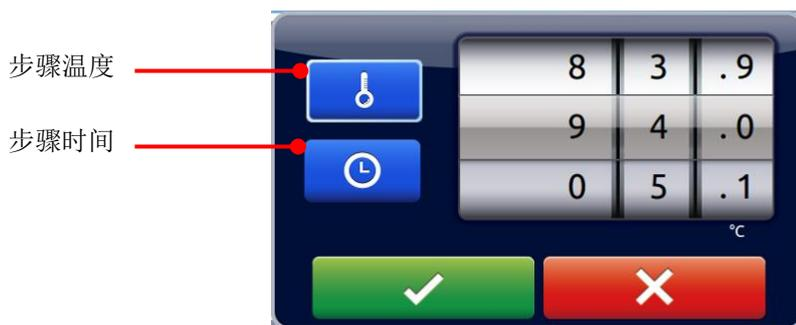

图 12. 温度/时间设置
1. 点击循环段来设置循环步骤，所选的循环步骤会变亮，同时显示温度及时间界面 。点击 ，会有一个滚动条出现，如图 12，点击相应温度及时间进行设置。